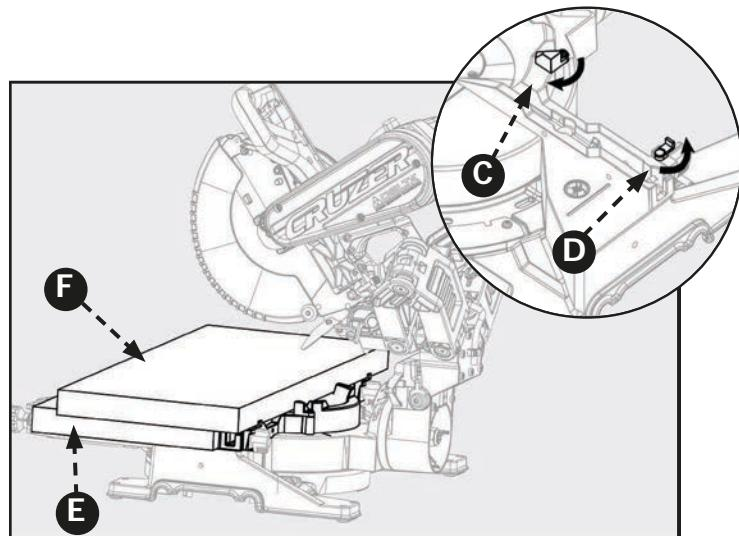

Figura 28
2. Voltee las lengüetas de apoyo (C y D) hacia su posición. Las lengüetas (D) están ubicadas en el lado izquierdo y derecho de la guía tope inferior (fija). La lengüeta (C) solo se encuentra en el lado derecho de la guía tope inferior (fija). Estas funcionarán como el tope posterior de la pieza de trabajo. Consulte la Figura 28.
3. Deberá agregar una tabla de mesa auxiliar (E) para brindar apoyo para la pieza que requiere un corte de gran capacidad (F). Coloque la tabla de mesa auxiliar de 2" x 12" (E) en la mesa de la sierra y contra la sección inferior (fija) de la guía tope de la sierra. Asegúrese de que la tabla esté colocada de forma segura contra la guía tope inferior (fija).
NOTA: Utilice tornillos para madera para asegurar la tabla de la mesa auxiliar (D) a la guía tope inferior (fija). Consulte la Figura 28.